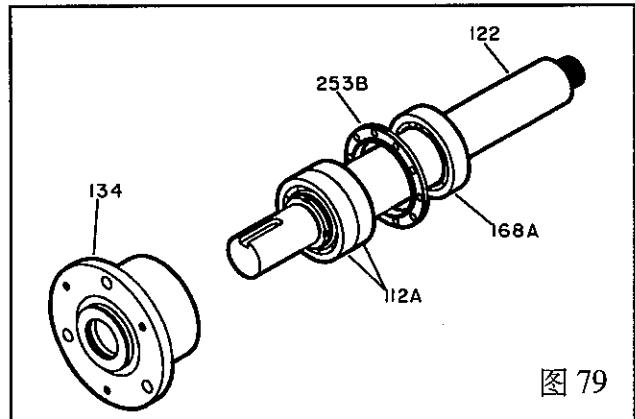

图 79
6. 从带有轴承(112A,168A)的轴(122)上取出轴承座(134)(图 79)。